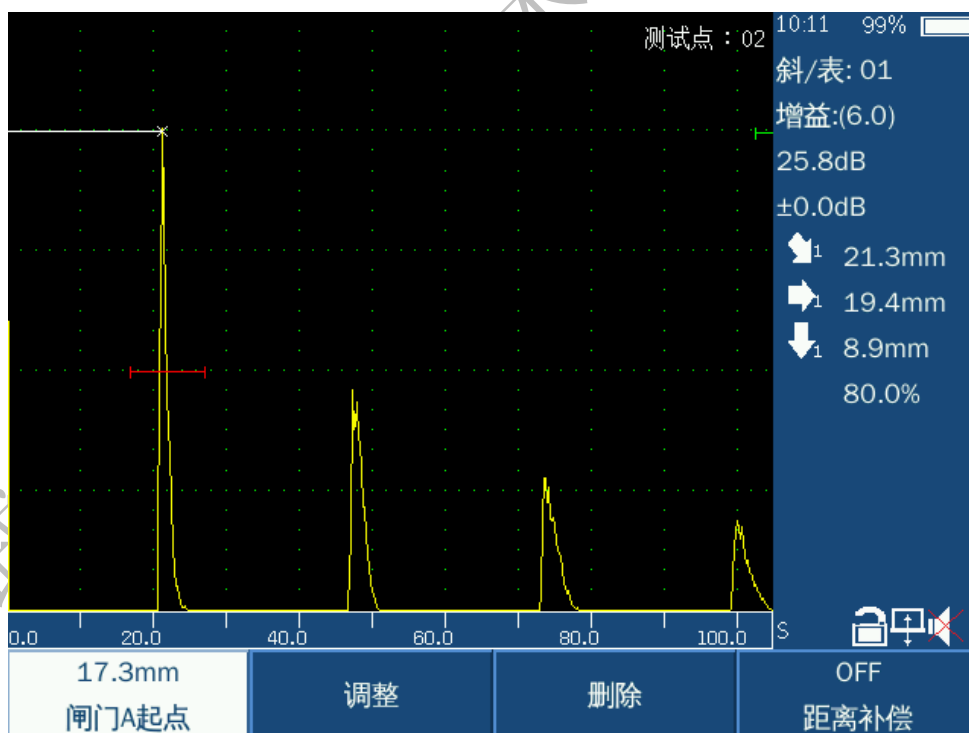

图 5
3. 确认是该回波的最高波，按下取点，可画出第一次回波曲线（图 5）